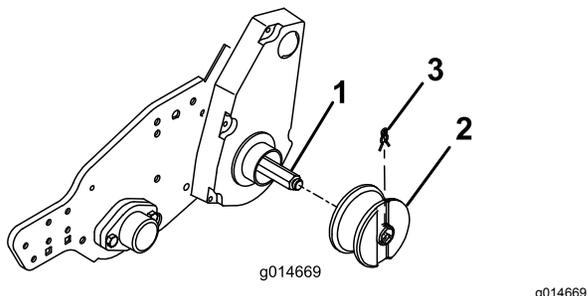

Figura 10
3. Inserite una ruota su ogni albero e fissatela con un fermo (Figura 10).